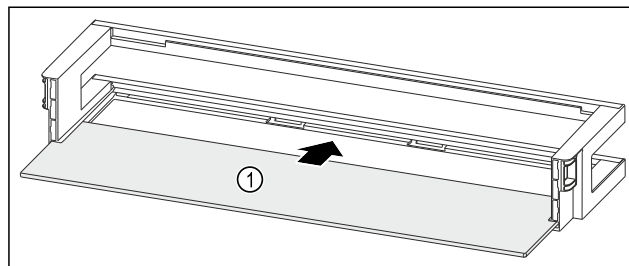

Fig. 112 Türabsteller mit Abstellfläche
- Abstellfläche Fig. 112 (1) in die seitlichen Einsparungen einschieben.